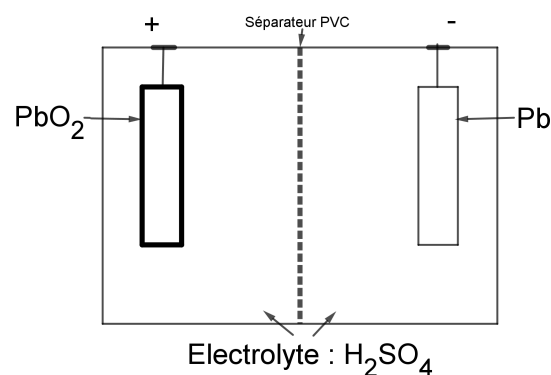

Figure 1: accumulateur au plomb
3. On considère l'accumulateur au plomb (ou batterie) schématisé en figure 1 ; en général, l'énergie massique stockée est de l'ordre de 40W.h.kg^{-1} (l'énergie d' 1W.h : 1watt pendant 1heure).